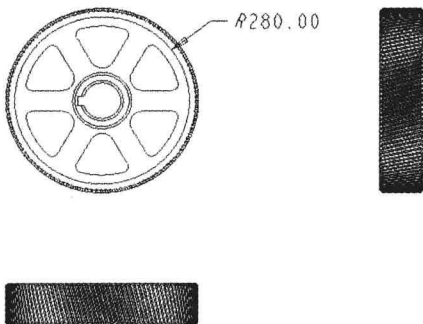

图 12-109 删除尺寸标注
Step 02 在绘图区选择尺寸数值 R250.00，按【Delete】键将其删除，如图 12-109 所示。